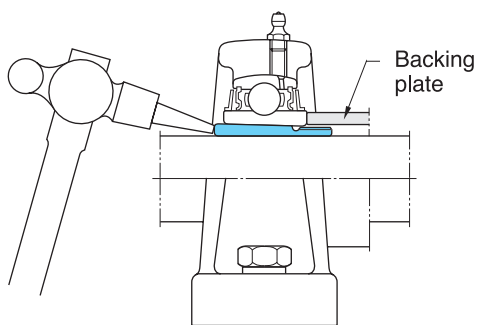

Figura 7.3
3. Fije el inserto en el eje, luego posicione el respaldo cilíndrico contra toda la parte lateral del aro interno del inserto en donde la contratuercas debe estar y golpeando el adaptador se logrará que el respaldo cilíndrico presione contra toda la circunferencia del inserto y este se fije contra el adaptador (Figura 7.3).